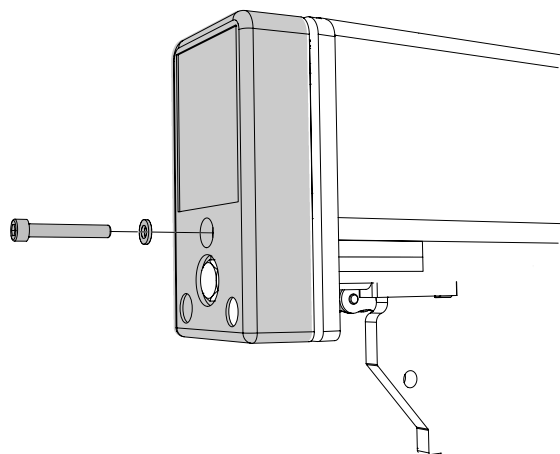

Bild 25. Slädprofilens ändkåpa
5. Kör försiktigt upp lyftarmen till flakhöjd enligt gällande X och Y mått. Se bild 25